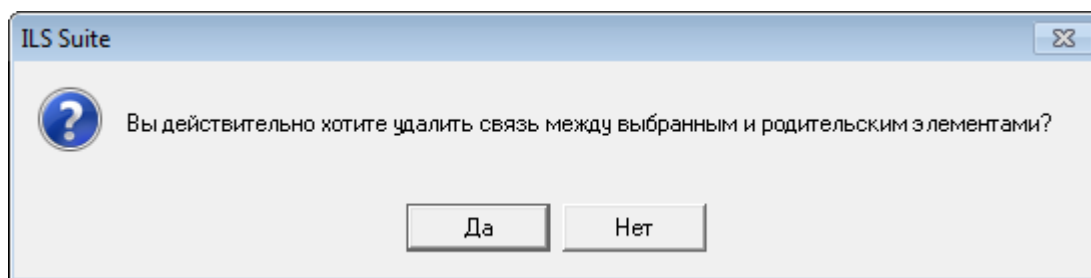

Рис. 8-12 – Диалоговое окно при удалении связи
- 4) В открывшемся диалоговом окне нажать «Да» для подтверждения действия (рис. 8-12).